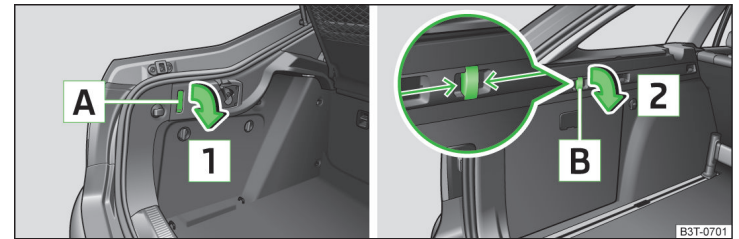

Abb. 101 Klappbarer Haken: Superb / Superb Combi
- Superb: Auf den unteren Teil des Hakens **A** drücken und diesen in Pfeilrichtung **1** nach unten klappen » Abb. 101.
- Superb Combi: Den Haken **B** im Bereich der Pfeile fassen und in Pfeilrichtung **2** nach unten klappen » Abb. 101.